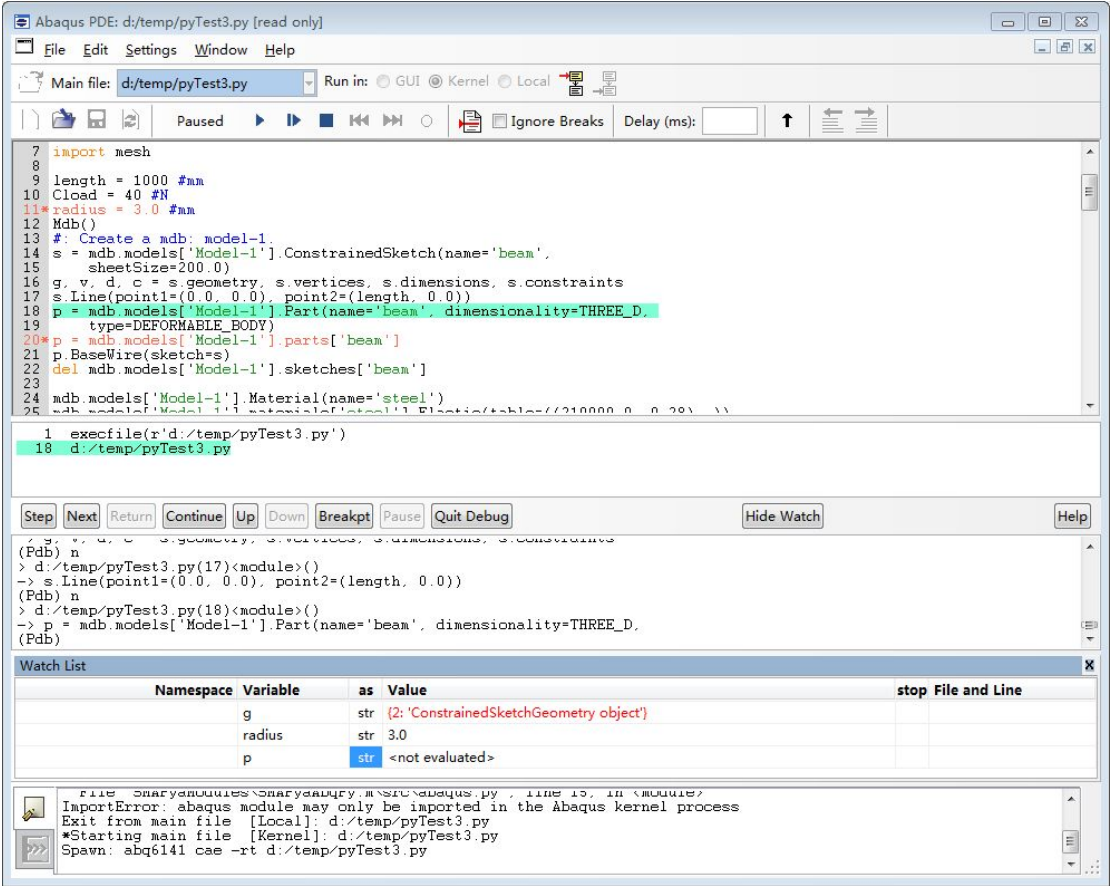

图 3-10 PDE 中程序的断点调试
1. 在出问题的程序位置前设置几个断点 Break point: 使用调试工具栏的按钮, 设置过断点的语句行会被高亮显示并使用星号标出, 如图 3-10 中 11 和 20 行所示。
2. 根据出问题语句确定几个观察变量 Watch variable: 选择 Window->Debug Windows->Watch List, 在出现的 Watch List 框中右键单击并选择 add watch line, 在 Variable 对应的下面输入需要观察的变量名, 如图 3-10 中的 g, radius 和 p。